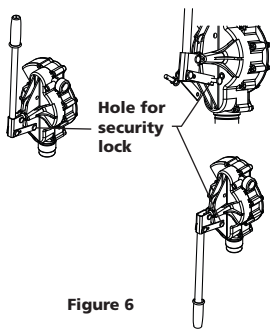

Figure 6
**⚠ PRECAUCIÓN** *Se utiliza este agujero solo para la cerradura de seguridad (Véase Fig.6).*